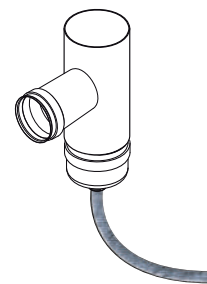

fig 5.7
**Es necesario proporcionar tubo de evacuación de líquidos en el primer acople en T al nivel de la salida de humo, para permitir la evacuación del agua de condensación que puede formarse en el conducto (fig. 5.7).**